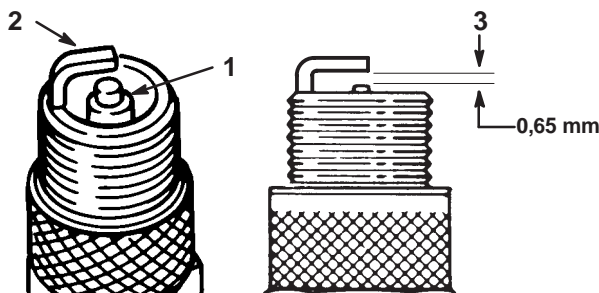

Figure 28
1. Inspectez le centre des bougies (Fig. 28). Si le bec de l'isolateur est recouvert d'un léger dépôt gris ou brun, le moteur fonctionne correctement. S'il est couvert d'un dépôt noir, c'est généralement signe que le filtre à air est encrassé.
2. Contrôlez l'écartement entre l'électrode centrale et l'électrode latérale (Fig. 28). Courbez l'électrode latérale (Fig. 28) si l'écartement est incorrect.